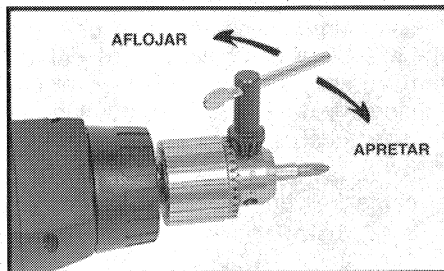

Fig. 4
5. Para apretar el mandril, meta la llave de mandril en cada una de las bocallaves (ojos de la llave) del mandril (Fig. 4) y apriételas en sentido a las manecillas del reloj.